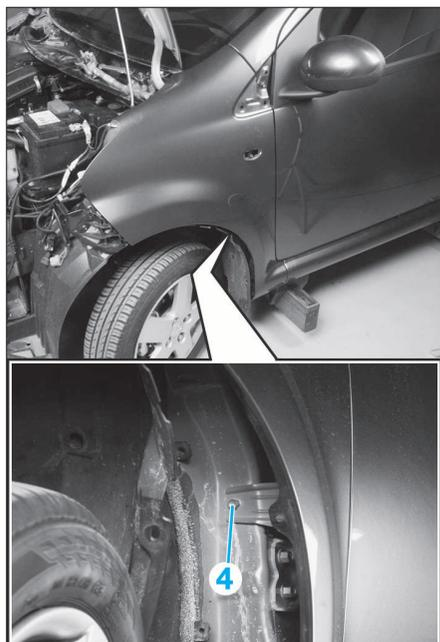

FIG. 16
- Déposer la vis de fixation (4) (Fig.16).